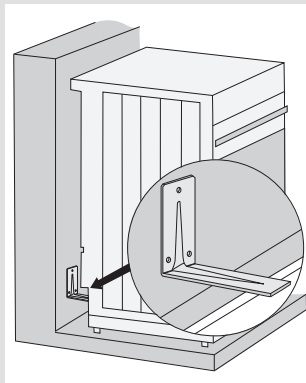

рис. 1
- Повністю відкривши дверцята духовки, розверніть петлі назад( рис. 1)
- Розмістіть короткий кінець куточка відповідно до позначки на стіні. Довший кінець кронштейна повинен торкатися верхньої поверхні профілю в задній частині приладу (рис. 1).